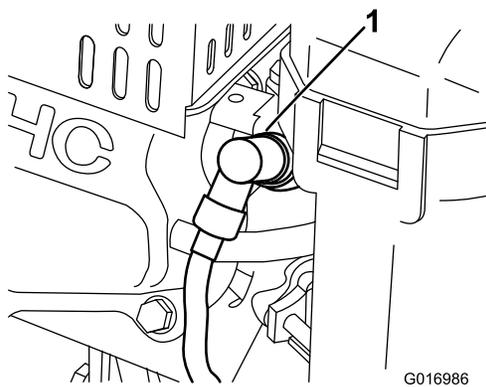

Figura 26
1. Retire el cable moldeado de la bujía (Figura 26).